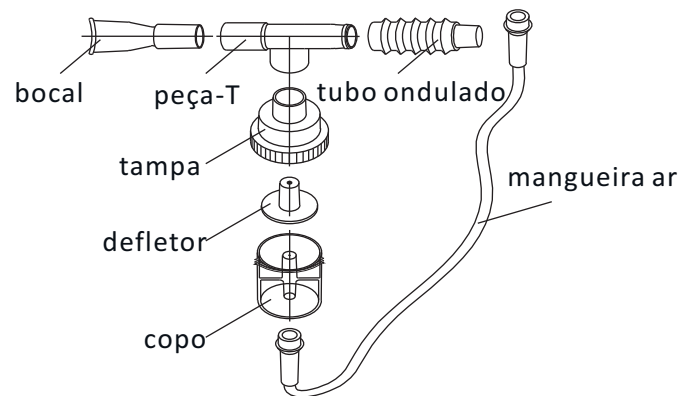

Figura 8: Componentes do nebulizador
- Após terminar a limpeza, você deve secar todos os componentes antes de guarda-los (a instalação do nebulizador está mostrada na Figura 8).
1) Após a nebulização, remova o nebulizador do concentrador de oxigênio. Desligue o concentrador de oxigênio, desconecte a mangueira, remova a tampa, desmonte o nebulizador, conforme mostrado na Figura 8.